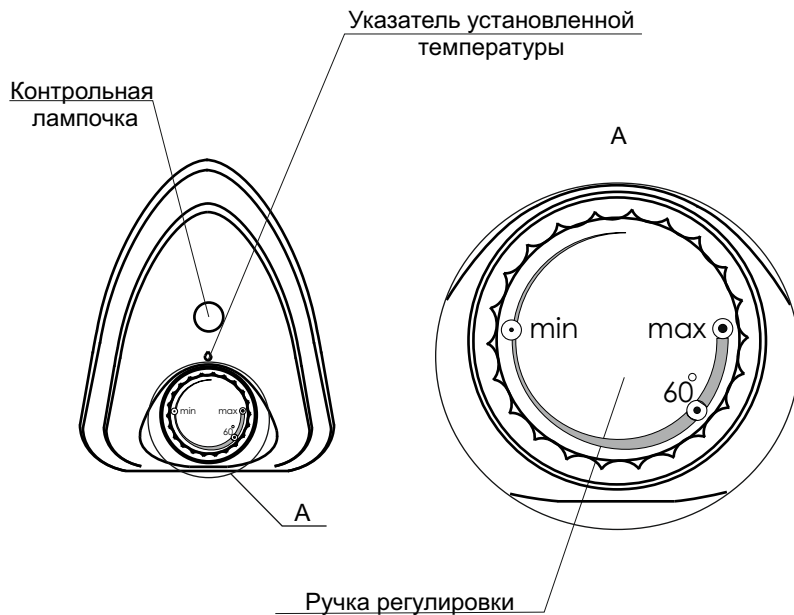

Рисунок 1 - Панель управления ЭВН
- Для ориентации на шкале обозначено положение ручки, соответствующее нагреву воды примерно до 60 °С (см. рисунок 1).